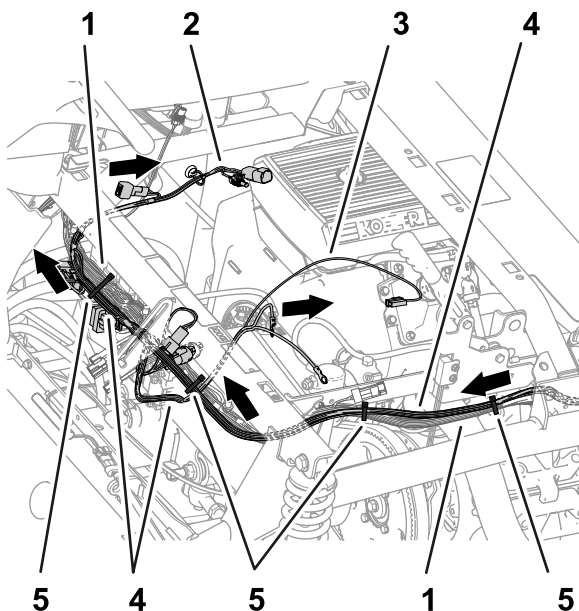

Figure 84
5. Acheminez les branches de 84 cm, 60 cm et 66 cm du faisceau du kit transversalement sur le tube de support amortisseur, comme montré à la Figure 84.
6. Fixez le faisceau du kit au faisceau de la machine, comme montré à la Figure 82, la Figure 83 et la Figure 84.